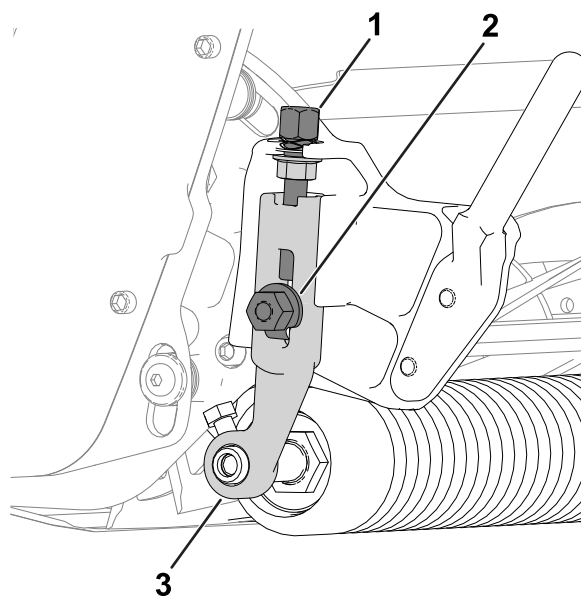

Figura 12
1. Allentate i dadi di bloccaggio che fissano i bracci dell'altezza di taglio alle piastre laterali dell'apparato di taglio (Figura 12).